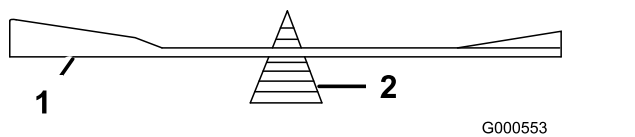

Рисунок 78
2. Проверьте балансировку ножа с помощью балансирующего устройства для ножей (Рисунок 78).